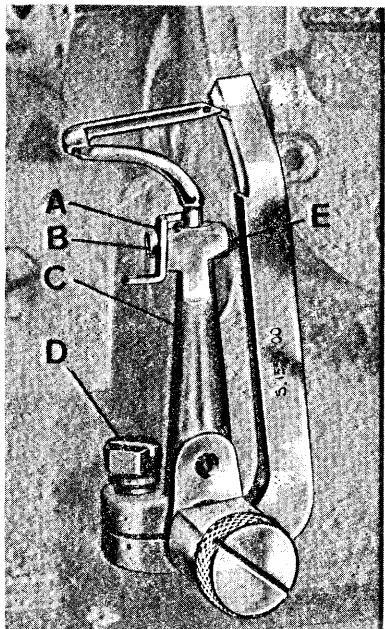

fig. 4
- S. 1686.00 serve per tutte le operazioni ad eccezione dell'operazione n. 4 (fig. 4).
- S. 1555.00 per l'operazione n. 4 (fig. 4)
4. Fasatura crochet inferiore (fig. 4).
- Allentare leggermente la vite D (fig. 4).
- Bloccare a fondo la vite E (fig. 4).